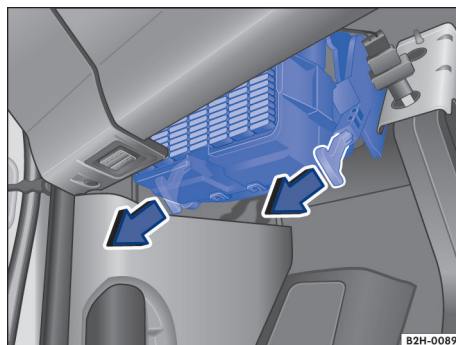

Fig. 168 Caja de fusibles debajo del tablero de instrumentos.
1. Para desbloquear la caja de fusibles, tire de las palancas de bloqueo hacia abajo, en el sentido de las flechas → **fig. 168**.